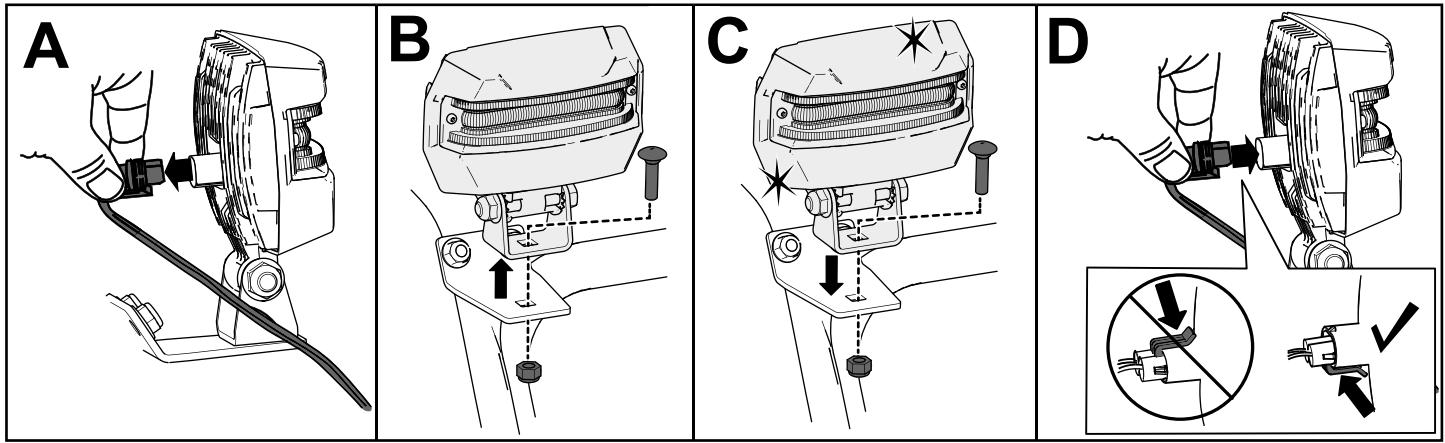

Bild 38
1. Entfernen Sie das Scheinwerferkabel von der Rückseite des Scheinwerfers (A in Bild 38).
2. Entfernen Sie die Schraube und Mutter, mit denen der Scheinwerfer an der Scheinwerferhalterung befestigt ist, und nehmen Sie dann den alten Scheinwerfer ab (B in Bild 38).
3. Befestigen Sie den neuen Scheinwerfer mit der vorher entfernten Mutter und Schraube an der Scheinwerferhalterung (C in Bild 38).
4. Stecken Sie das Scheinwerferkabel gerade in die Rückseite des Scheinwerfers ein, bis es fest sitzt (D in Bild 38).